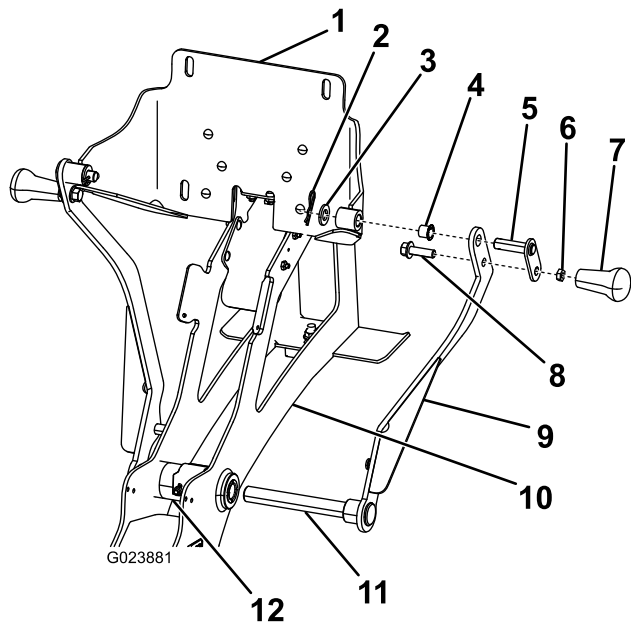

Figura 6
1. Insira o eixo do braço da cavidade direita através do veio da dobradiça (Figura 6).
2. Instale sem apertar o braço esquerdo ao eixo exposto no outro lado da estrutura. (Figura 6).
3. Na parte de trás do conjunto da placa, instale os 2 casquilhos pequenos nos pontos de articulação da placa posterior (Figura 6).
4. Mova o conjunto da placa posterior para trás para a posição entre os furos superiores em cada braço. (Figura 6).
5. Instale o pino articulado através do furo superior no braço e conjunto da placa posterior. (Figura 6).
6. Prenda o manípulo à parte de trás da placa utilizando uma anilha plana e contrapino como se mostra na Figura 6.
7. Prenda os manípulos nos furos inferiores nos braços (Figura 6) com um parafuso (3/8 x 1-1/4 pol.) e porca (3/8 pol.).
8. Fixe o pino da articulação superior do braço da cavidade esquerdo à placa posterior com uma anilha (1/2 pol.) e um gancho (Figura 6).